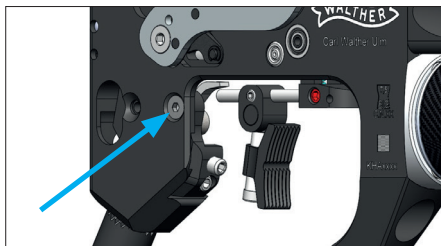

Abb. 8
2. Montieren Sie Halteschraube 1 durch das Gehäuse, legen Sie die Schraube in diesem Schritt nur an, da der Abzug noch positioniert werden muss (Abb. 8).